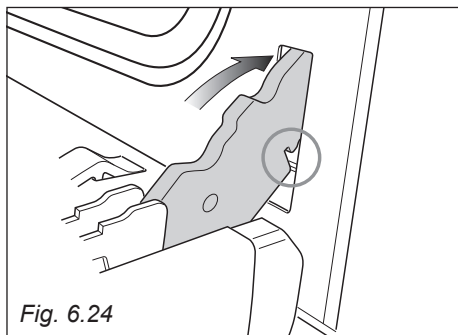

Fig. 6.24
2. Insérer le crochet des charnières (droite et gauche) dans son emplacement; s'assurer que la rainure soit dans sa logement (fig. 6.24).